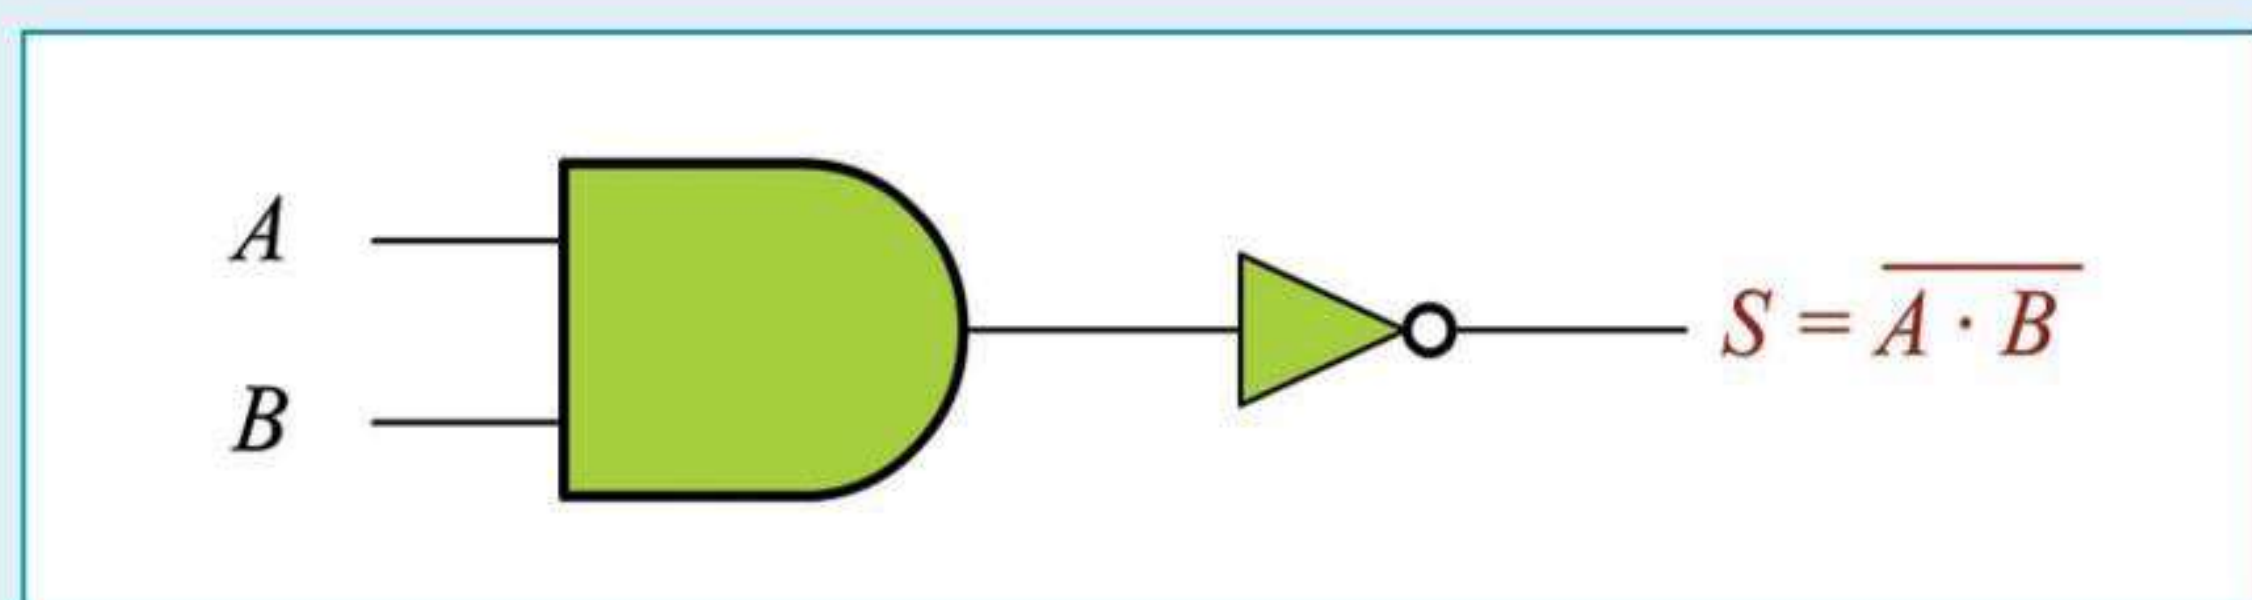

Figura 1.75.
1.8. Puerta lógica NAND mediante combinación de puerta AND y puerta NOT. Se trata de que construyas un circuito lógico que realice la función de la puerta NAND utilizando la combinación de una puerta AND y de una NOT (Figura 1.75). Redacta la lista de materiales necesarios para realizar esta actividad práctica, dibuja el esquema práctico de los circuitos integrados y comprueba la tabla de la verdad.